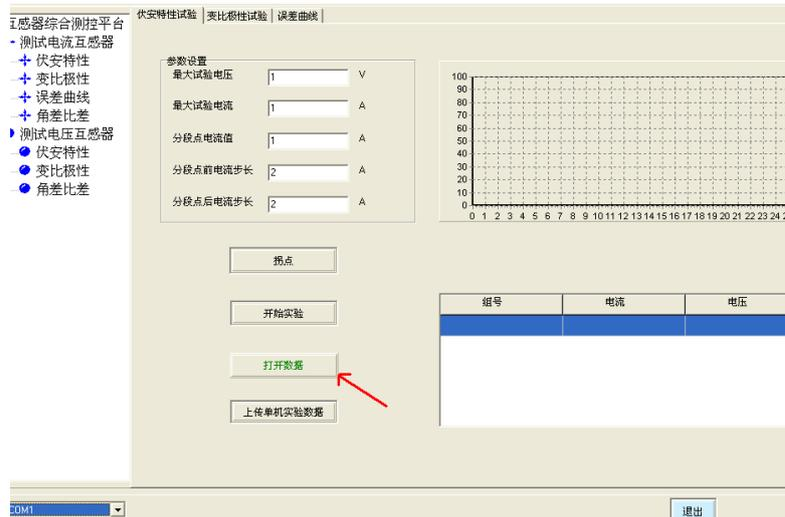

图 19
2. 打开上位机软件“互感器综合测试平台”，（见图 19）。点击“打开数据”如图中显示。